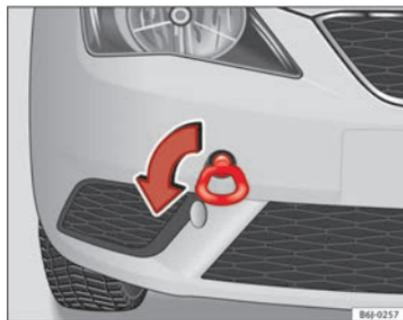

Fig. 180 Atornillado de la argolla de remolque en la parte delantera del vehículo
- Atornille la argolla hasta el tope hacia la *izquierda*, en el sentido que indica la flecha ⇒ **fig. 180**. ■